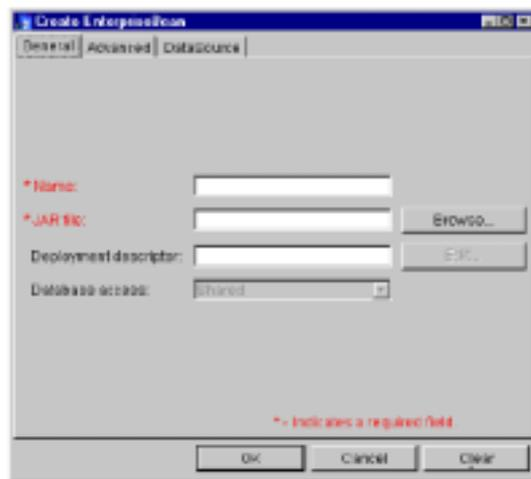

图7-17 EnterpriseBean 设置
8. 右键单击**默认容器 (Default Container)** 并选择 **Create... -> EnterpriseBean** , 将出现如图 7-17 所示的创建 EnterpriseBean 窗口。